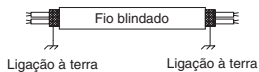

Fig. 4-4
- Utilize fios blindados para a instalação eléctrica de controlo entre unidades (c) e ligue a blindagem à terra em ambos lados; caso contrário, pode ocorrer um mau funcionamento devido ao ruído. (Fig. 4-4) Ligue os fios como mostrado na Secção "4-3. Diagramas do sistema eléctrico".